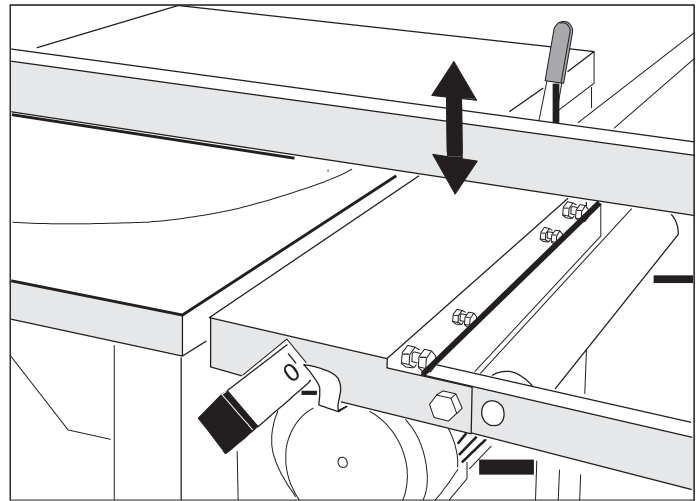

Fig. 3
- Drei svingskiven til **0°** og lås sagbladet i høyden. Bruk en vinkel for justering av styreskinnen slik at anholdet står **90°** i forhold til sagbladet (*fig. 3 og 3a*).